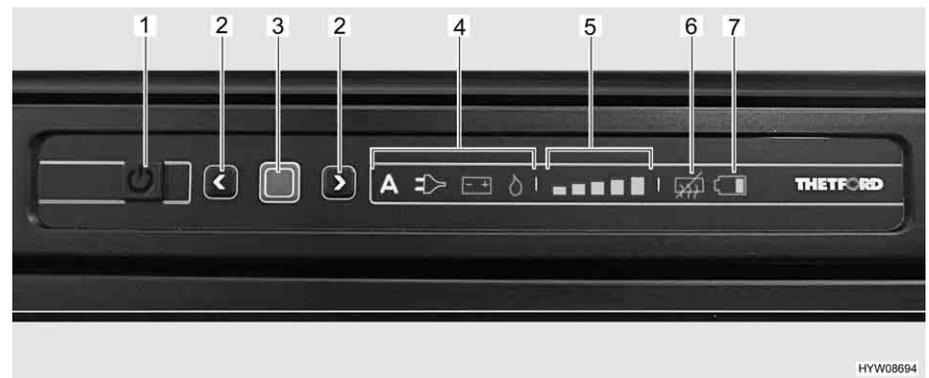

Fig. 179 Elementi di comando del frigorifero
Dopo l'accensione, il frigorifero seleziona automaticamente la regolazione del termostato impostata per ultima. Questa impostazione può essere modificata manualmente con i tasti freccia (Fig. 179,2). Le barre luminose dell'indicatore del livello di refrigerazione (Fig. 179,5) visualizzano la temperatura selezionata sul termostato.
Con i tasti freccia (Fig. 179,2) viene regolata la temperatura di refrigerazione per tutti i tre tipi di energia. Ci vogliono alcune ore prima che il frigorifero raggiunga la temperatura di esercizio impostata. Cambiando la modalità di funzionamento la regolazione del termostato non viene modificata. La temperatura di refrigerazione è indipendente dal tipo di energia utilizzata.
- Premere il tasto On/Off (Fig. 179,1) per 1 secondo. Il tasto si illumina di verde. Gli indicatori si illuminano per 10 secondi, quindi vengono smorzati per risparmiare energia.
- Premere il tasto di conferma (Fig. 179,3). L'impostazione attuale della modalità di funzionamento viene visualizzata.
- Premere il tasto di conferma (Fig. 179,3) per circa 2 secondi. Il simbolo della modalità di funzionamento (Fig. 179,4) lampeggia.
- Selezionare la modalità di funzionamento desiderata con i tasti freccia (Fig. 179,2).
- Premere il tasto di conferma (Fig. 179,3) per circa 2 secondi. I simboli della modalità di funzionamento lampeggiano.
- Premere nuovamente il tasto di conferma. L'indicatore del livello di refrigerazione (Fig. 179,5) lampeggia.
- Selezionare la potenza di raffreddamento desiderata con i tasti freccia (Fig. 179,2).
- Premere il tasto On/Off (Fig. 179,1) per circa 2 secondi. Tutte le spie si spengono.
- Premere entrambi i tasti freccia (Fig. 179,2) contemporaneamente per circa 2 secondi. Il simbolo di disattivazione della funzione anti-condensa (Fig. 179,6) si illumina.
- Premere entrambi i tasti freccia (Fig. 179,2) contemporaneamente per circa 2 secondi. Il simbolo di disattivazione della funzione anti-condensa (Fig. 179,6) si spegne.